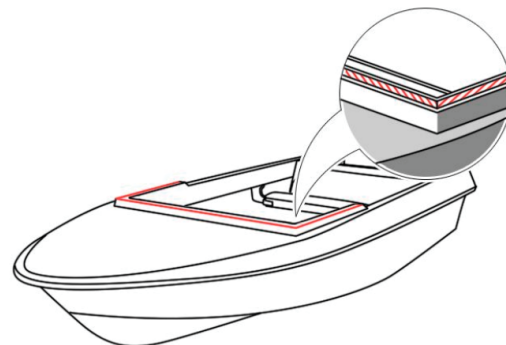

Рис. 1
1. Срезать фланец (верхняя часть) заводской выштамповки (посадочное место под штатное ветровое стекло) (рис. 1)